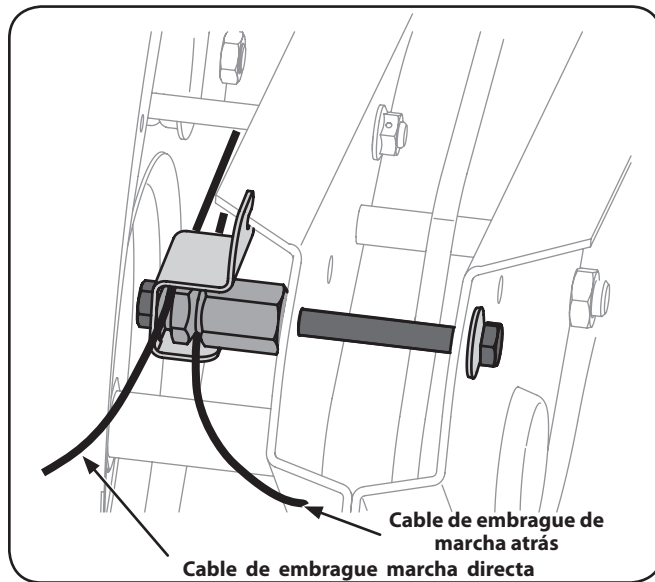

Figura 3-1
1. Identifique los cables del embrague de marcha directa y de marcha atrás. Consulte la Figura 3-1.